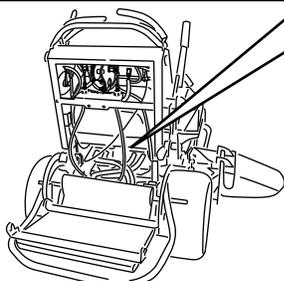

図 25
3. 両方のポンプについているバイパス・バルブを左に1~2回転させて開く。これでポンプ内部の油圧回路がバイパスされ、車輪が自由に回るようになる（図 25）。